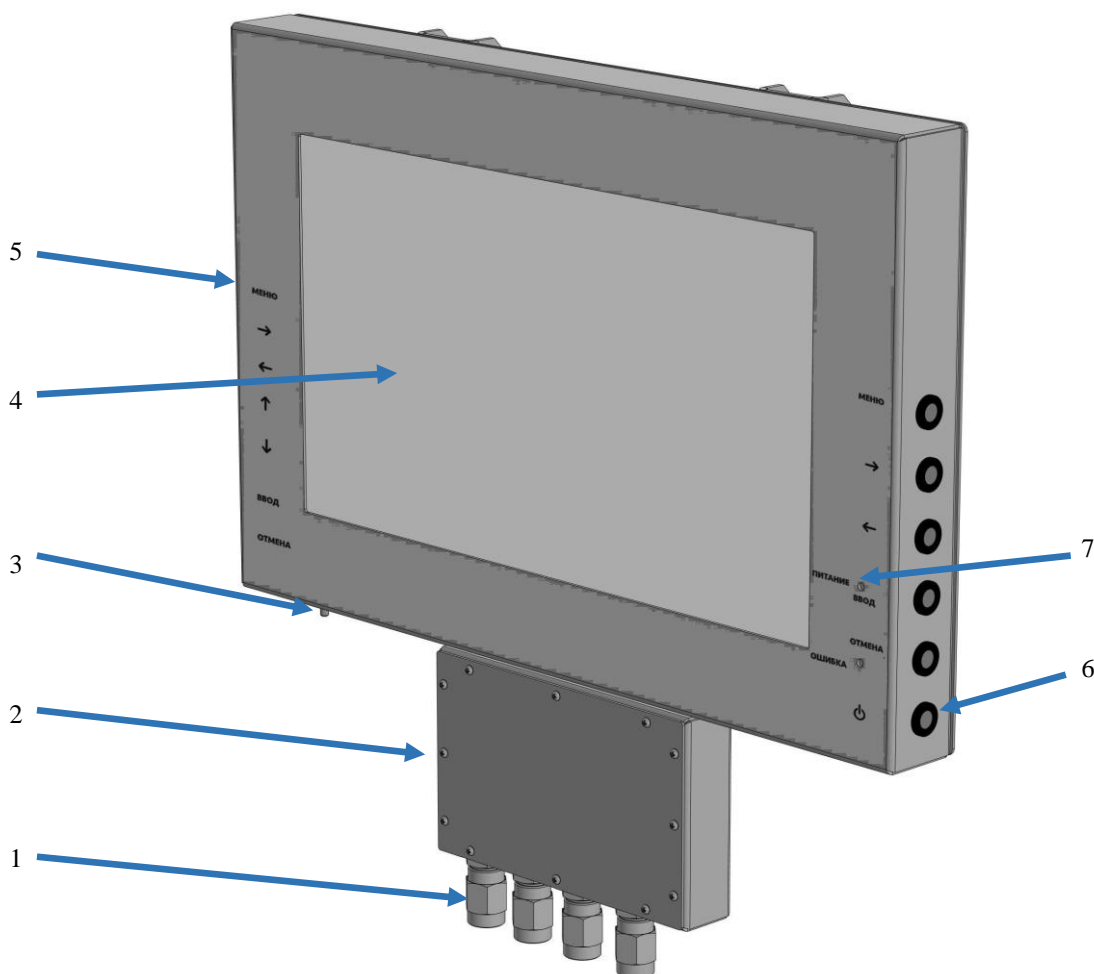

Рисунок 1 – Внешний вид УПИ
- Открыть крышку коммутационного отсека (рис. 1);